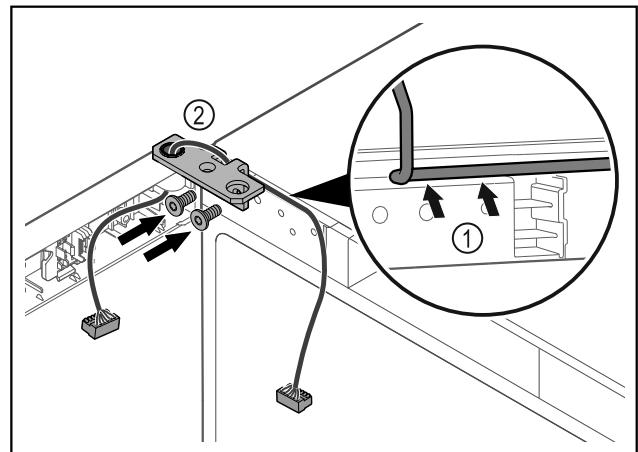

Fig. 36
- Kabel durch die Aussparung des Scharnierwinkels führen und vorsichtig verlegen Fig. 36 (1).
- Scharnierwinkel Fig. 36 (2) anschrauben.